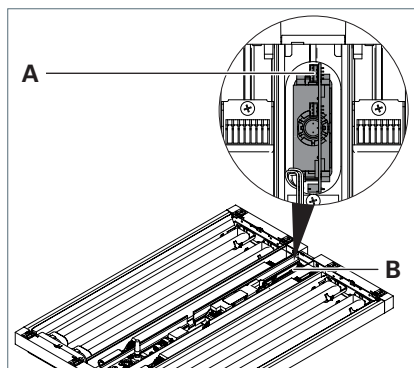

Fig. 9: Interface pour les luminaires équipés d'un capteur PIR.
- Pour les luminaires équipés d'un **capteur PIR** : connectez l'autre extrémité du câble de connexion à l'interface **A** « R/TxD0 » située sur le capteur PIR **B** dans la tête du luminaire, voir Fig. 9.